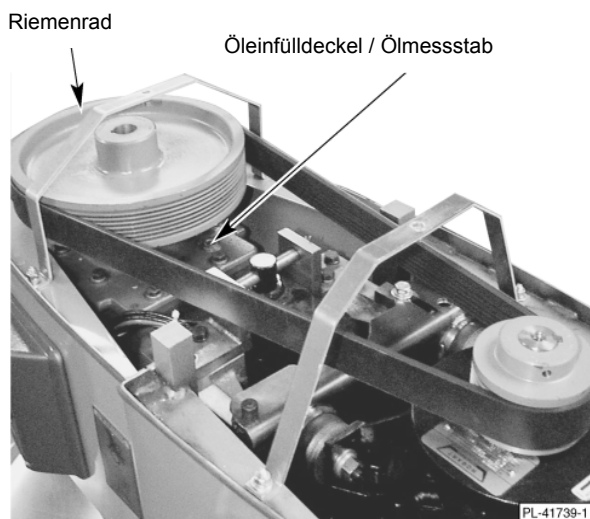

Abb. 10
- Legen Sie eine Wasserwaage auf die obere Kante des Riemenrads (s. Abb. 10). Schieben Sie die Unterlegscheiben unter die Bodenkontaktfläche der Rührmaschine, damit Sie von vorne nach hinten und auf beiden Seiten ebenmäßig steht.